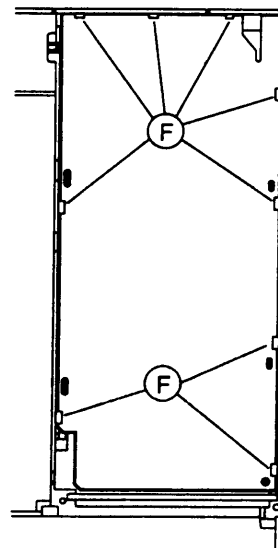

Fig. 3
- Rastnasen (F) öffnen und Chassisplatte herausnehmen (Fig. 3).
- Open the locking lugs (F) and remove the chassis board (Fig. 3).